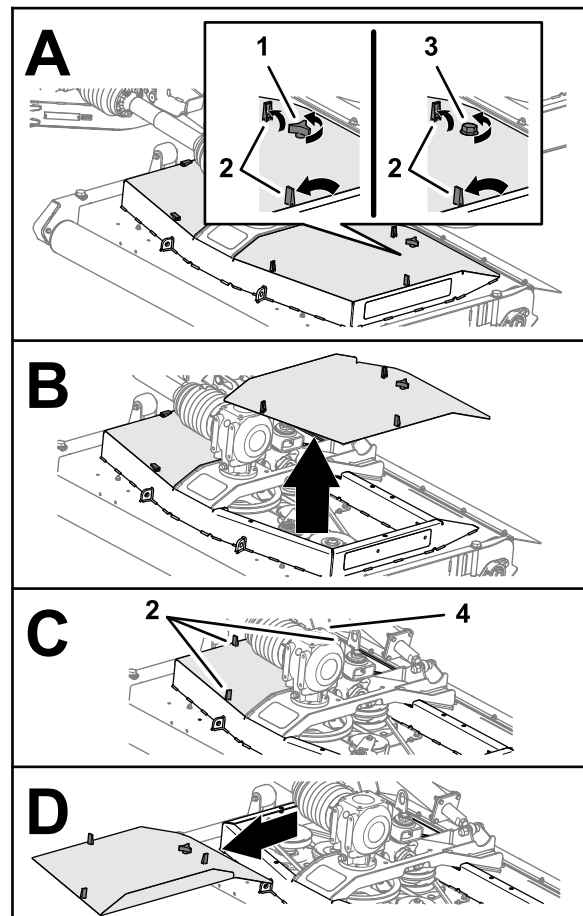

Figure 40
1. Débloquez les 3 verrous qui fixent le carter du plateau de coupe (Figure 40).
2. Desserrez le bouton ou le boulon (plateau de coupe CE) qui fixe le carter du plateau au plateau de coupe (Figure 40).
4. Répétez les étapes 1 et 2 pour l'autre carter (Figure 40).